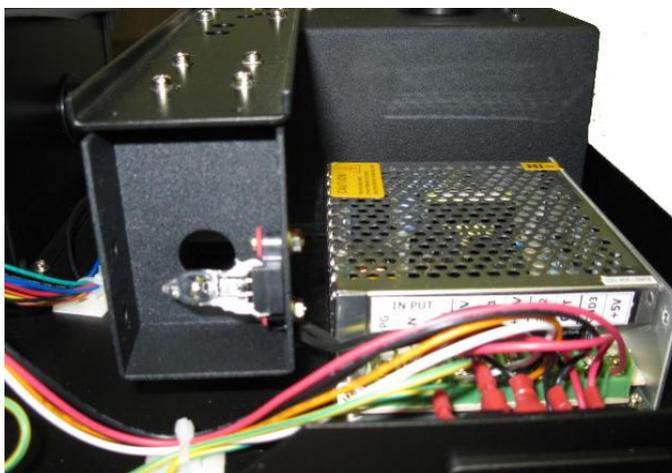

Рисунок 7. Спектрофотометр ПромЭкоЛаб ПЭ-5300В - лампа.
7. Открутите два винта крепления кронштейна лампы и извлеките узел крепления лампы (Рис. 7). Затем отвинтите два винта крепления прижимной пружины лампы и снимите пружину. Аккуратно отсоедините лампу от керамического основания белого цвета. Вставьте в керамическое основание новую лампу. Привинтите на место прижимную пружину лампы. Установите узел крепления лампы на место и привинтите его к основанию.